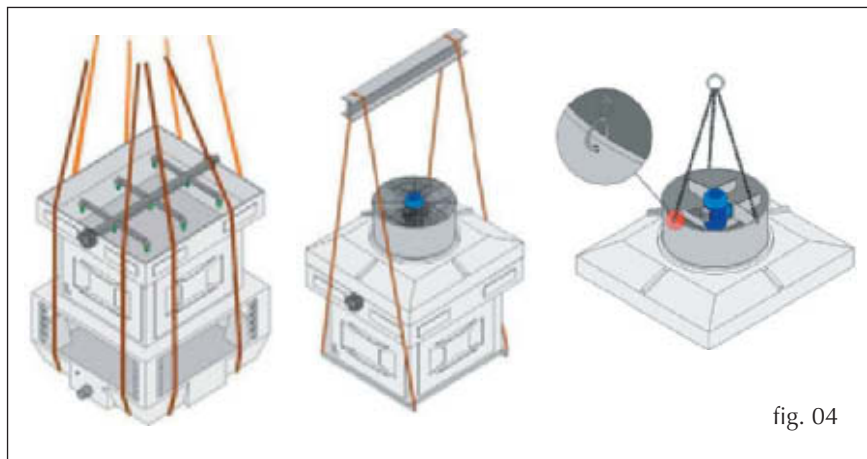

fig. 04
**grue mobile, on peut soulever la tour et ses composants avec des courroies larges (8 cm au moins). Les endroits où doivent être appliquées les courroies sont mis en évidence dans les figures reportées par la suite (Fig. 04):**